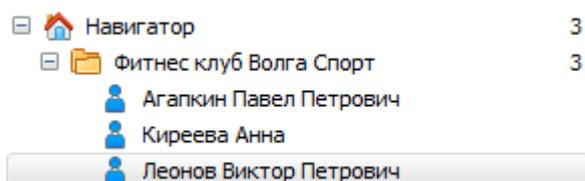

Рис. 40. Новый сотрудник в списке объектов картотеки
7. После настройки свойств сотрудника – нажать кнопку **Применить**, в результате новый сотрудник появится в списке объектов картотеки (Рис. 40).